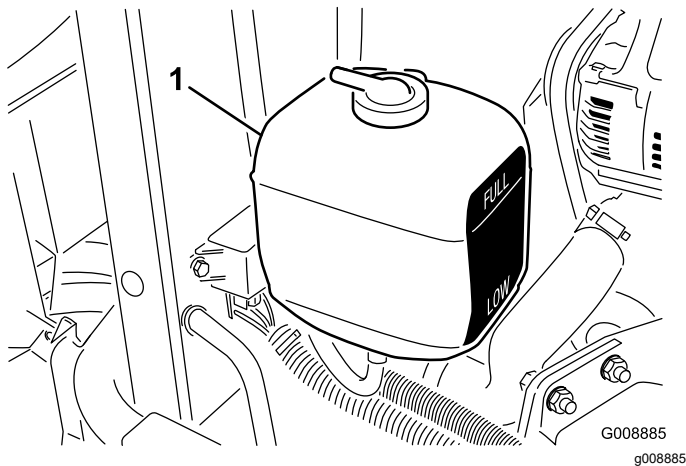

Bild 57
2. Prüfen Sie den Kühlmittelstand im Ausdehnungstank (Bild 57). Bei einem kalten Motor muss der Füllstand ungefähr auf halber Höhe zwischen den beiden Markierungen stehen.